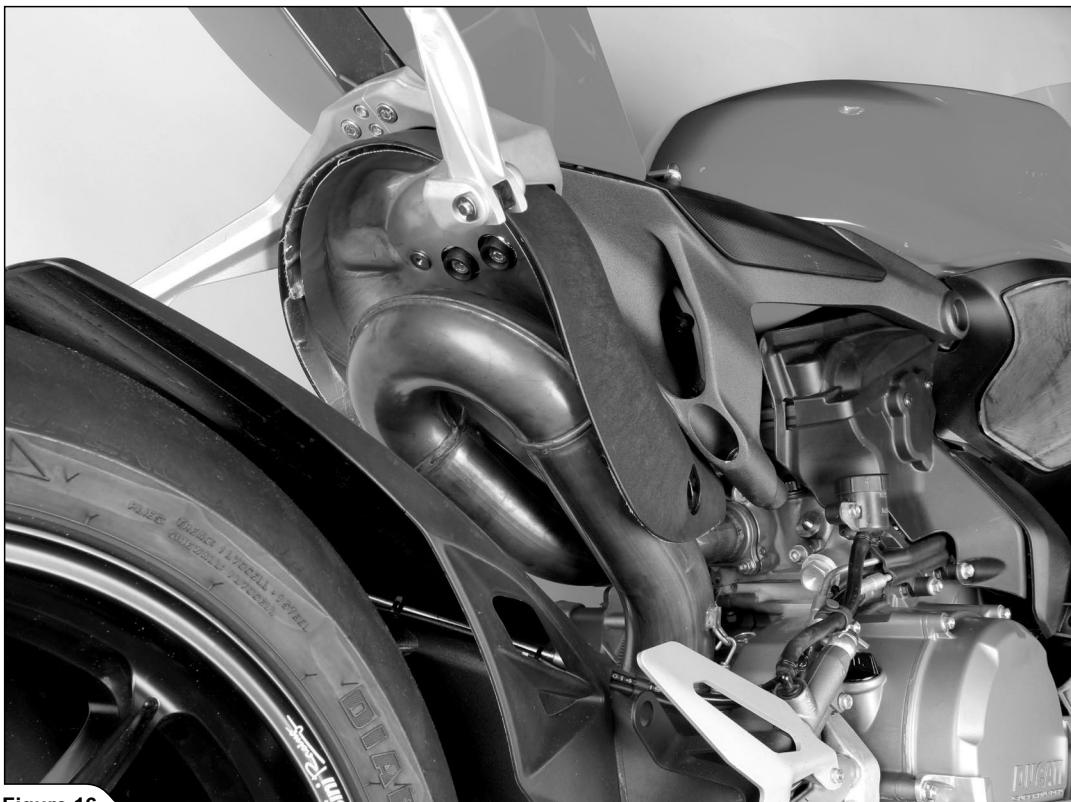

Figure 16
6. Déposer en partie et avec soin l'extrémité arrière du motocycle comme indiqué et la fixer dans cette position (Figure 16).
6. Den Heckteile des Motorrad wie angegeben teilweise und mit Sorgfalt verschieben und in dieser Position befestigen (Figure 16).